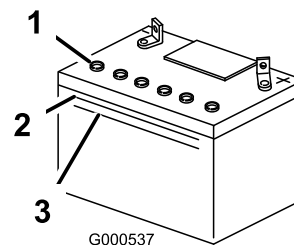

Figure 40
- Observez le côté de la batterie. Le niveau de l'électrolyte doit atteindre le trait **supérieur** (Figure 40). Le niveau d'électrolyte ne doit pas descendre au-dessous du trait inférieur (Figure 40).
3. Enlevez les bouchons d'aération de la batterie (Figure 40)
4. Versez de l'eau distillée avec précaution dans chaque élément jusqu'au repère supérieur (Figure 40) sur le côté de la batterie.
5. Attendez cinq à dix minutes après avoir rempli les éléments. Au besoin, ajoutez de l'eau distillée pour amener le niveau jusqu'au repère supérieur sur le côté de la batterie (Figure 40).